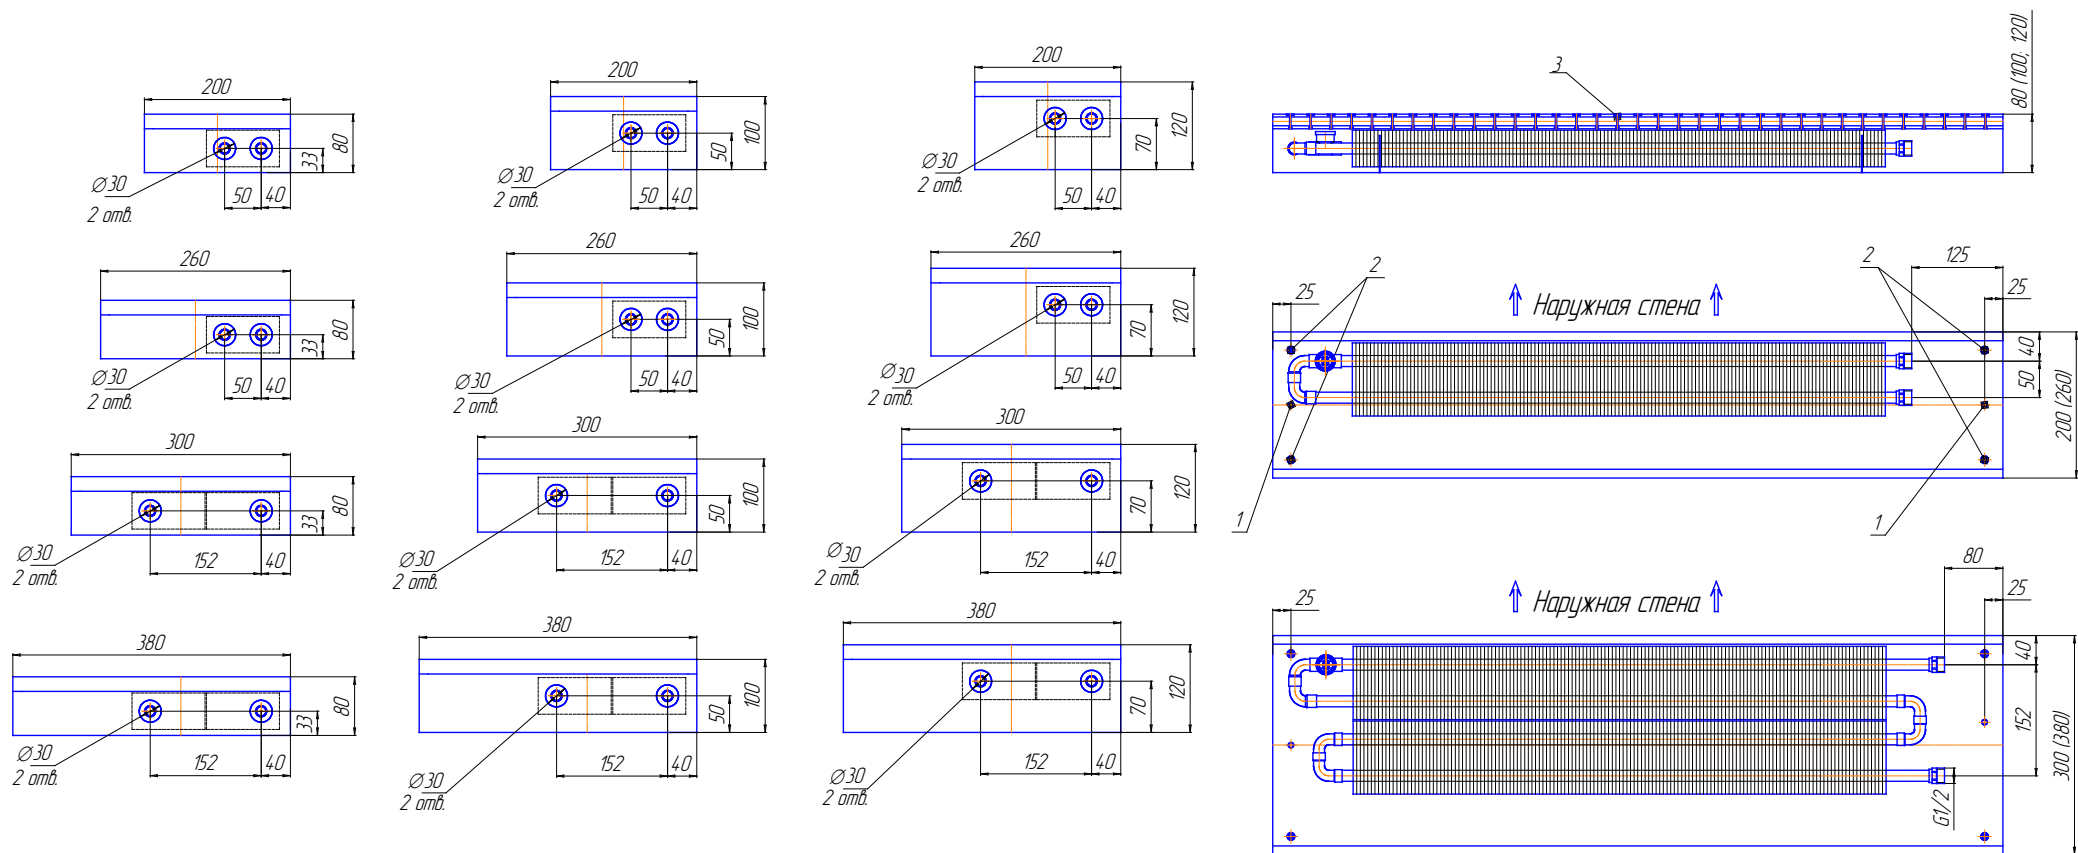
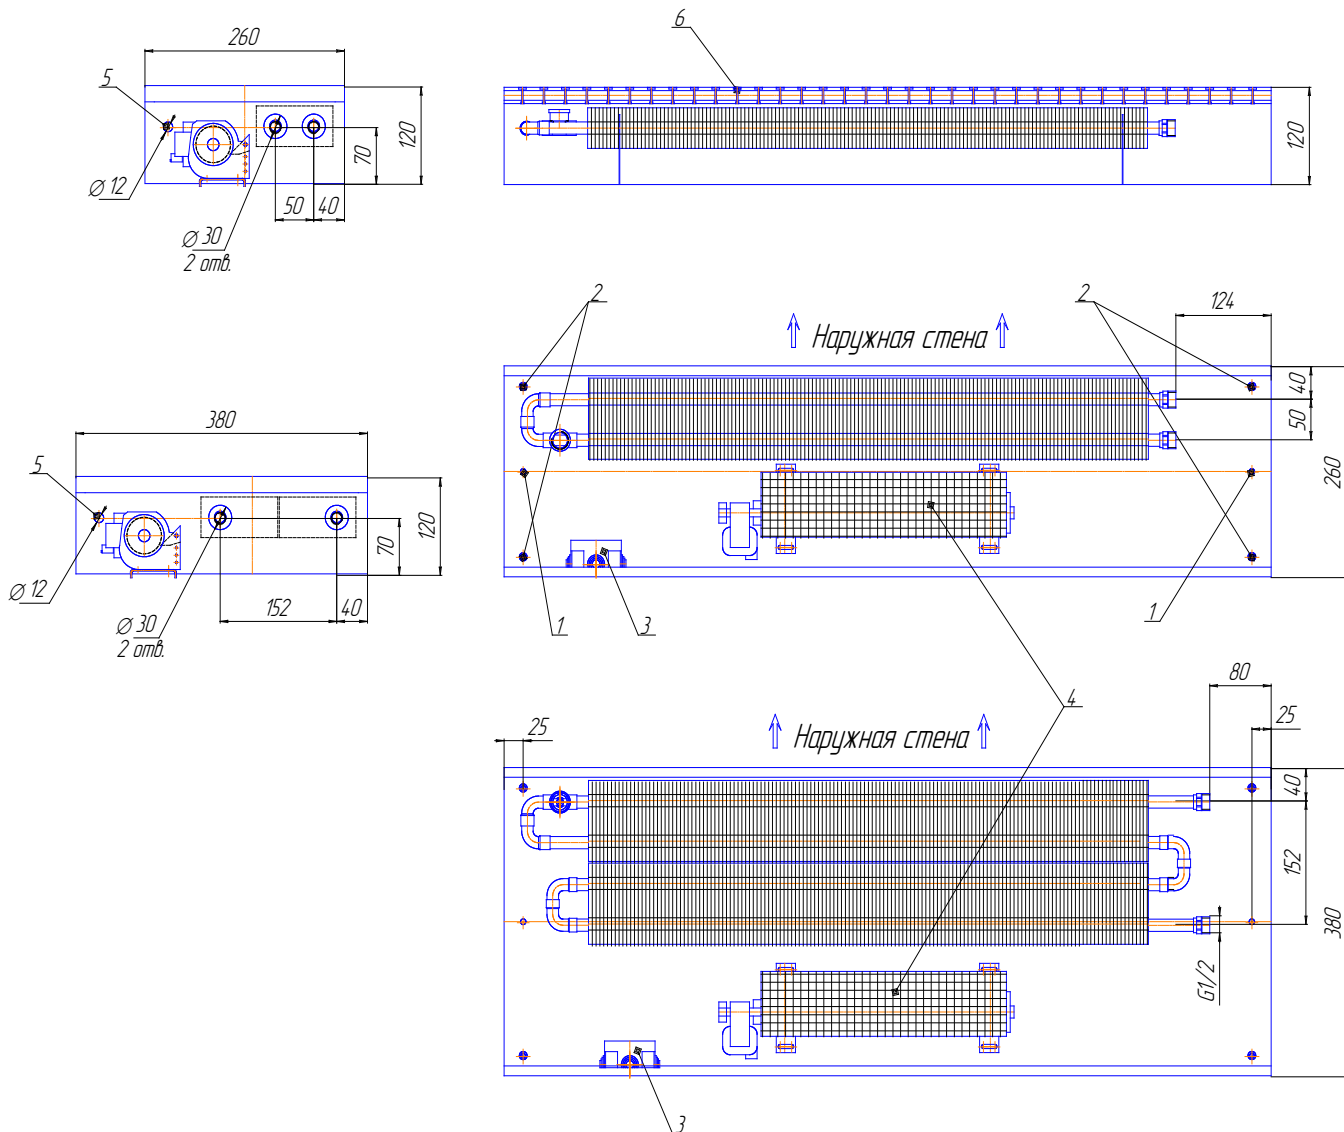

Рис.8 Конвекторы «Бриз» (естественная конвекция).
Рис.9 Конвекторы «Бриз В» высотой 120мм
4. Выровнять корпус конвектора, используя уровень и регулирующие винты (поз.2, рис.8, 9, 10), располагающиеся в углах корпуса конвектора таким образом, чтобы верхняя часть конвектора находилась на уровне «чистого пола» с допуском ± 1мм. (При длине прибора более 2м вводятся дополнительные регулировочные и крепежные отверстия).
5. Выровненный конвектор крепиться к полу с помощью крепежного набора. Крепежные отверстия находятся на дне корпуса (поз.1, рис. 8, 9, 10).
При проведении отделочных работ декоративную воздуховыпускную решетку (поз.3 рис.8, поз.6 рис.9, 10) снять, конвектор закрыть сверху защитной крышкой, чтобы не допустить попадания строительного мусора внутрь конвектора.